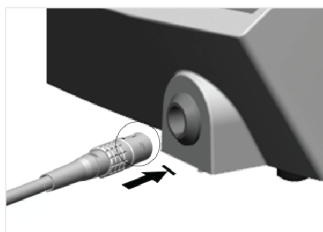

FIG. 5
- Vérifier que la broche du câble est propre et sèche. Positionner le câble correctement et le brancher sur l'unité. Enfoncer la broche jusqu'à entendre le « clic » de verrouillage. **FIG. 5.**